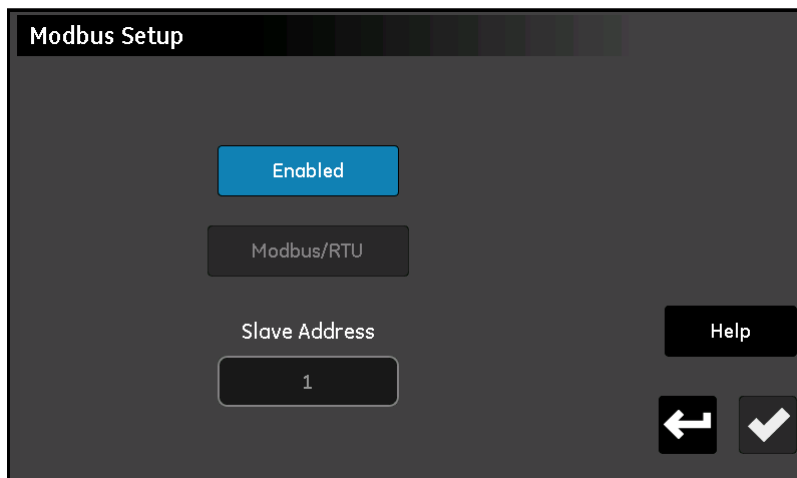

Figura 68: La schermata Configurazione Modbus
1. Dalla schermata *menu Configurazione* (Figura 52 a pagina 57), toccare il pulsante **Modbus** per aprire una schermata *Configurazione Modbus* simile a quella nella Figura 68.